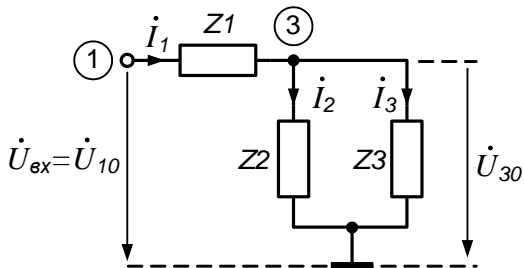

Рисунок 3.2
- 2) вычислить значения сопротивлений Z_1 , Z_2 и Z_3 (рис.3.2) в алгебраической и показательной формах. Результаты свести в таблицу 3.3;